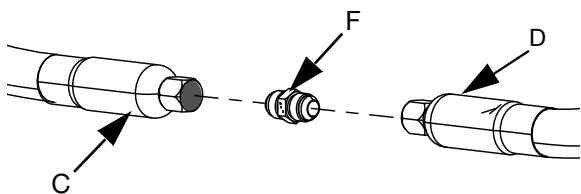

FIG. 24
- 6. In caso di utilizzo di due tubi flessibili di alimentazione (C e D), utilizzare il raccordo del tubo flessibile di alimentazione 1 verso il tubo flessibile di alimentazione 2 (F) per collegare il tubo flessibile 1 (C) al tubo flessibile 2 di alimentazione (D). Vedere FIG. 24.